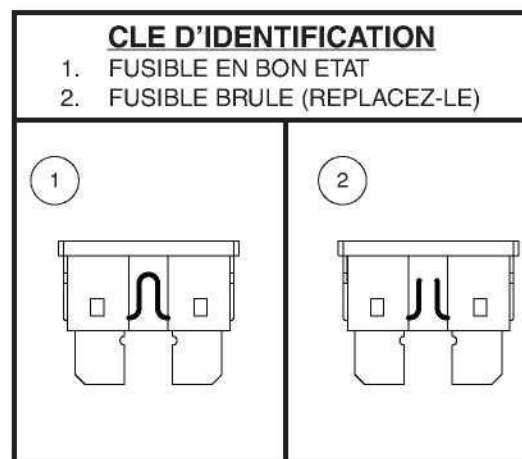

Figure 21. Le remplacement des fusibles
2. Examinez-le pour vérifier s'il est brûlé. **Voir la figure 21.**